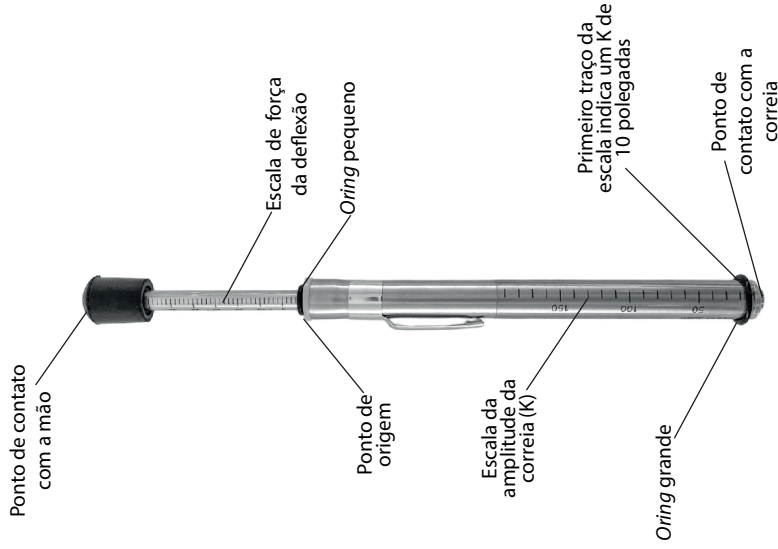

Figura 11 - A
- A ferramenta utilizada nesse processo é um medidor de tensão de correia do tipo caneta, visto na figura 11-A. Essa ferramenta consiste em aplicar uma força entre o ponto de contato com a mão e a correia, verificando a força de deflexão da escala. O valor da força de deflexão é comparada com as tabelas disponíveis pelos fabricante de correia ou da própria ferramenta (Tabela 11-A);
- A escala inferior indica a amplitude da correia (K), conforme a figura 11-A. Nela encontra-se um *o'ring* grande que serve para referenciar a amplitude da correia. A escala pode ser em centímetros ou em polegadas, vai depender do fabricante da ferramenta;
- A parte superior indica a Força de deflexão aplicada (F) (Figura 11-A). Nesta encontra-se um *o'ring* menor que serve para indicar a força de deflexão aplicada, que pode ser comparada com as tabelas de correias dos fabricantes.